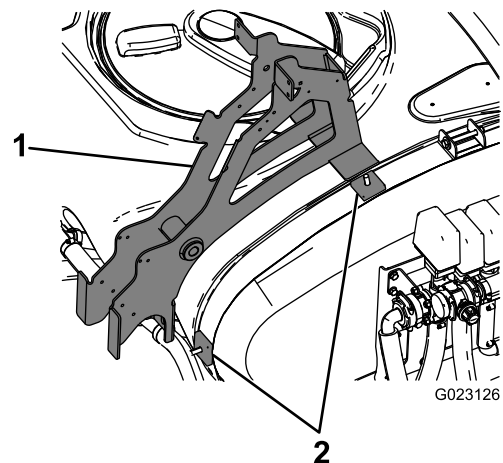

図 3
5. 先ほど取り付けしたキャリッジボルトに、四角いスペーサを2個取り付ける (図 3)。
6. 図 3に示すように、角スペーサとキャリッジボルトの上からメインサポートフレームを取り付ける。